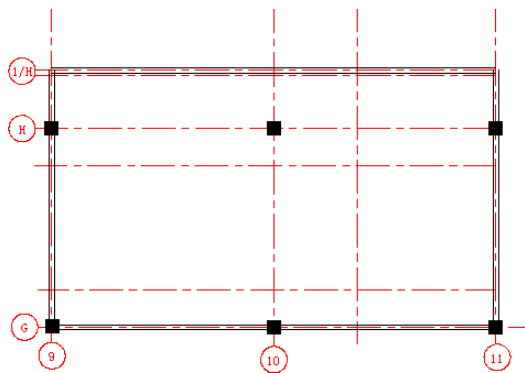

图 17.12.14 绘制其余多线
(4) 参照上一步创建其余多线，完成后如图 17.12.14 所示。